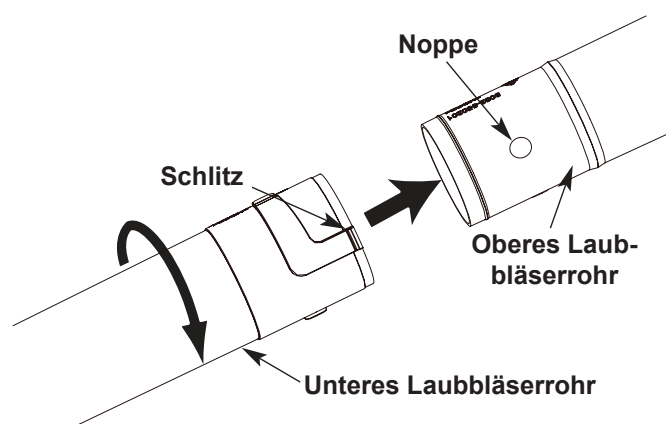

Abb. 2
1. Richten Sie die Schlitze am unteren Laubbläserrohr auf die Noppen am unteren Ende des oberen Laubbläserrohrs aus (Abb. 2).
2. Montieren Sie das untere Laubbläserrohr auf dem oberen Laubbläserrohr (Abb. 2).
3. Halten Sie das obere Laubbläserrohr, drehen Sie das untere Laubbläserrohr im Uhrzeigersinn, bis es einrastet (Abb. 2).